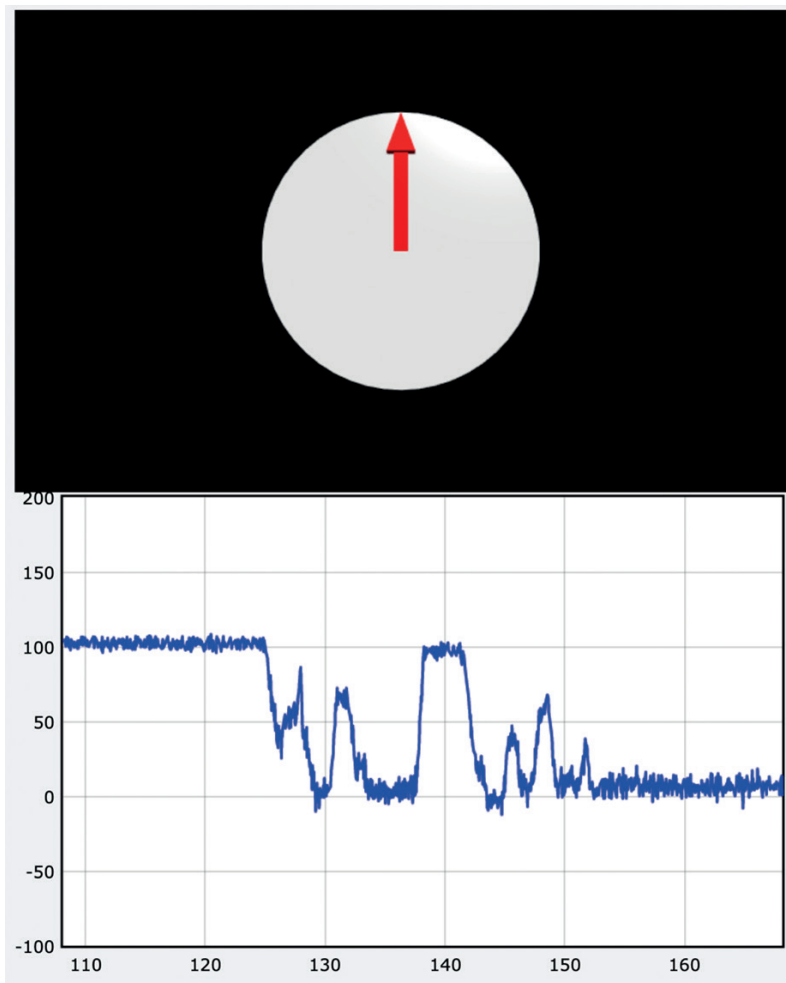

Рис. 16.16. Определение направления с помощью магнитометра
- Когда вы начнете перемещать робота в пространстве, вы увидите результат, показанный на рис. 16.16.
В верхней части рис. 16.16 показан компас с красной стрелкой, направленной вверх, – там для робота находится север. В нижней части показан график синего цвета с диапазоном значений от +180 до –180°. При перемещении робота вы увидите, как график меняется. Здесь 0° – это север. Обратите внимание, что робот должен находиться на плоской поверхности.